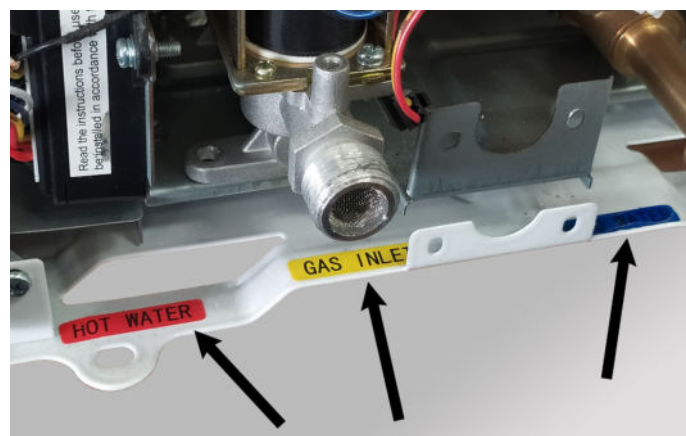

fig. 8 - Étiquettes des raccordements
- Enlever les bouchons des raccords de l'eau et du gaz, voir fig. 8.